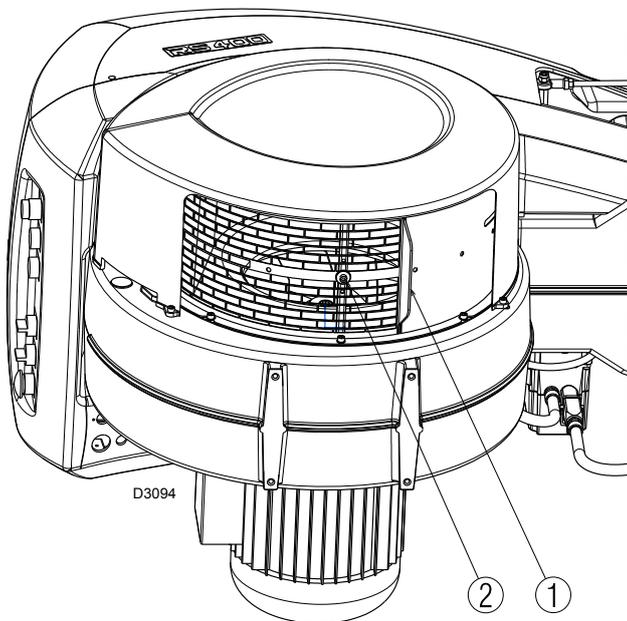

Fig. 25
- Allentare la vite 2)(Fig. 25) posta sotto l'aspirazione del bruciatore e chiudere progressivamente la griglia 1) fino ad ottenere la potenza richiesta.